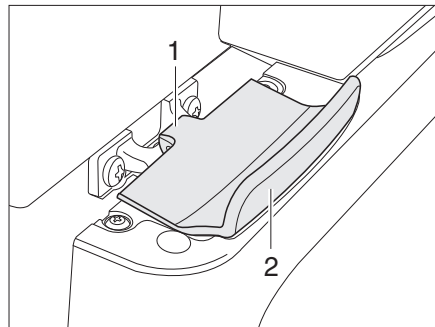

Fig. 252 Dispositif de verrouillage de la porte du réfrigérateur, fermé (Thetford)
- Ouvrir la porte du réfrigérateur sur la poignée (Fig. 252,2). Le verrouillage (Fig. 252,1) sera débloqué automatiquement.